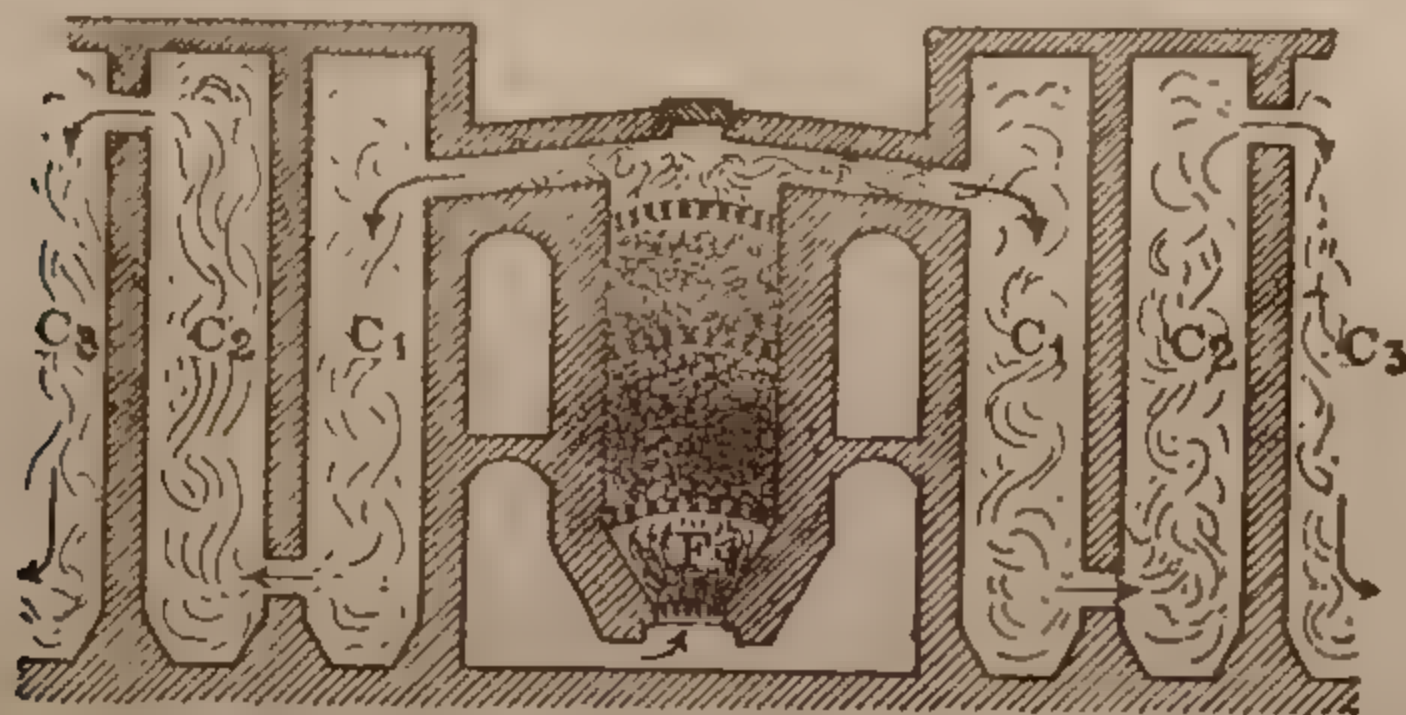

FIG. 148. - Forno per l'estrazione del mercurio.
**ESTRAZIONE.** — Il mercurio si estrae dal cinabro per semplice arrostitimento in forni a corrente d'aria (fig. 148):